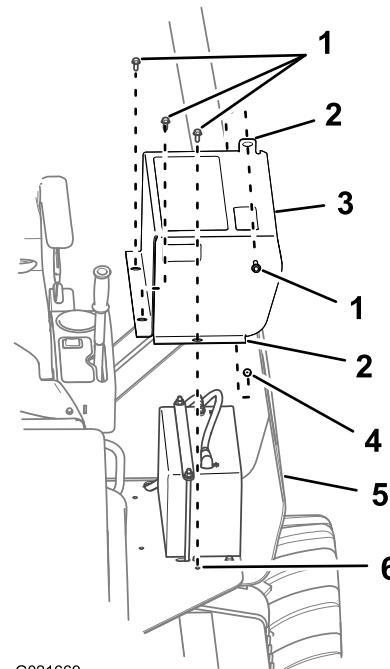

Figure 57
2. Enlevez le boulon qui fixe le couvercle de la batterie à la plaque du système ROPS (Figure 57).
3. Retirez les 3 boulons qui fixent le couvercle de la batterie à la plate-forme de l'opérateur, et déposez le couvercle (Figure 57).
1. Alignez les trous des brides de fixation pour le couvercle de la batterie sur les trous dans la plate-forme de l'opérateur autour de la batterie (Figure 57).
2. Fixez le couvercle de la batterie à la plaque du système ROPS avec un boulon (Figure 57).
3. Fixez le couvercle de la batterie à la plate-forme au moyen des 3 boulons retirés précédemment (Figure 57).